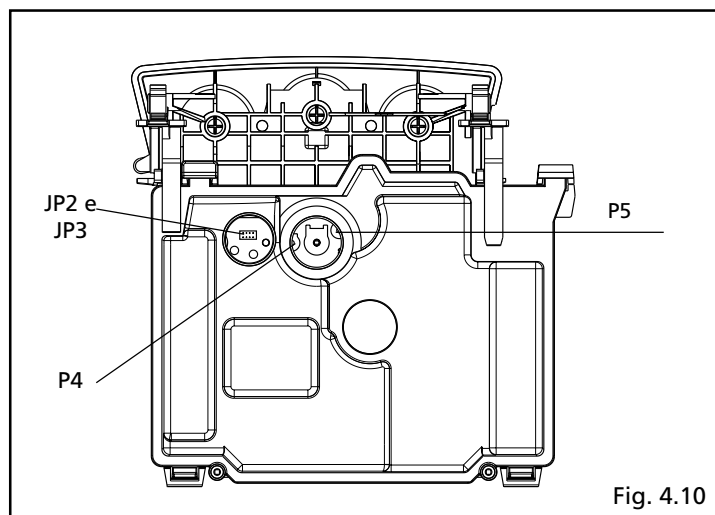

Fig. 4.10
- Togliere i tappi (fig. 4.10) tirandoli verso di sé
- Al termine della fase di lenta accensione è possibile regolare entro 30 secondi il minimo riscaldamento, agendo con un piccolo cacciavite a taglio sul potenziometro P4 (fig. 4.10)
- togliere il tappo di sinistra tirandolo verso di sé (fig. 4.10):